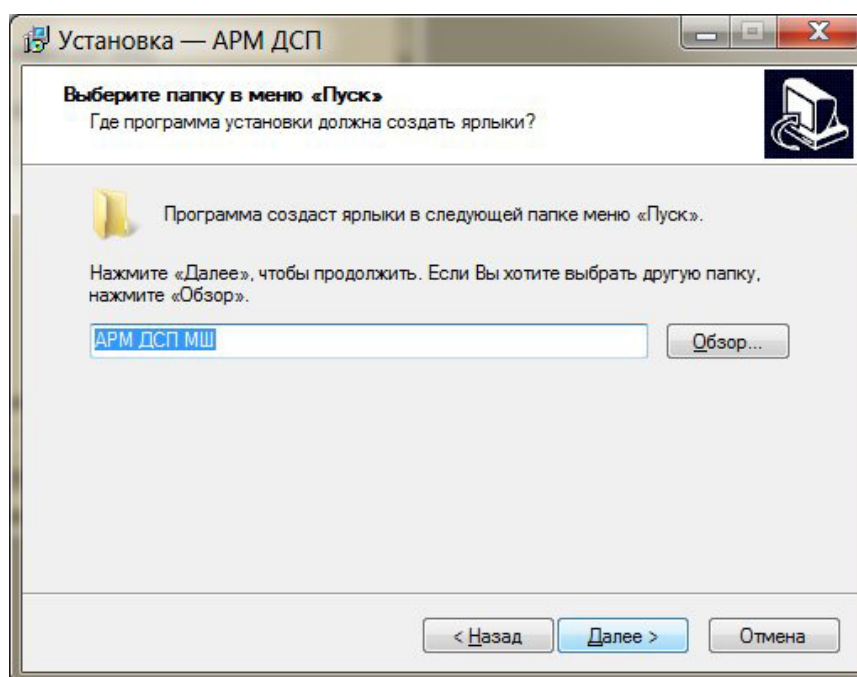

Рисунок 26 – Окно установки папки в меню «Пуск»
7. На следующем шаге (Рисунок 26) предлагается создать папку в меню «Пуск» и нажать «далее».